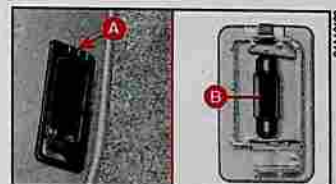

fig. 28
1) Extraire le transparent en agissant à l'aide d'un tournevis sur la languette A-fig. 28.